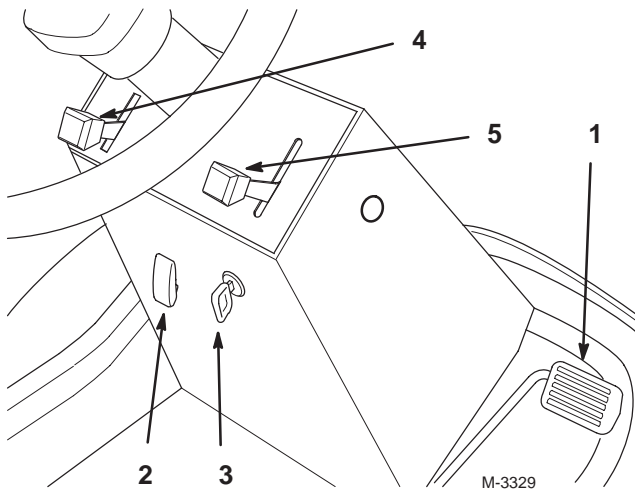

Figure 9
1. Placez la manette d'accélérateur en position de ralenti (Fig. 9).
2. Tournez la clé de contact en position contact coupé (Fig. 9).
1. Relâchez la pédale de déplacement pour immobiliser la machine. (Fig. 9).
2. Pour embrayer la PdF, soulevez le couvercle et placez la commande en position En service (Fig. 9).
1. La fermeture du couvercle place la commande de PdF en position Hors service (Fig. 9).
1. Pour vous déplacer en marche avant, posez le pied sur la pédale de déplacement (Fig. 9).
3. Appuyez lentement sur la partie supérieure de la pédale pour avancer (Fig. 9).
1. Pour vous déplacer en marche arrière, posez le pied sur la pédale de déplacement (Fig. 9).
3. Appuyez lentement sur la partie inférieure de la pédale pour reculer (Fig. 9).